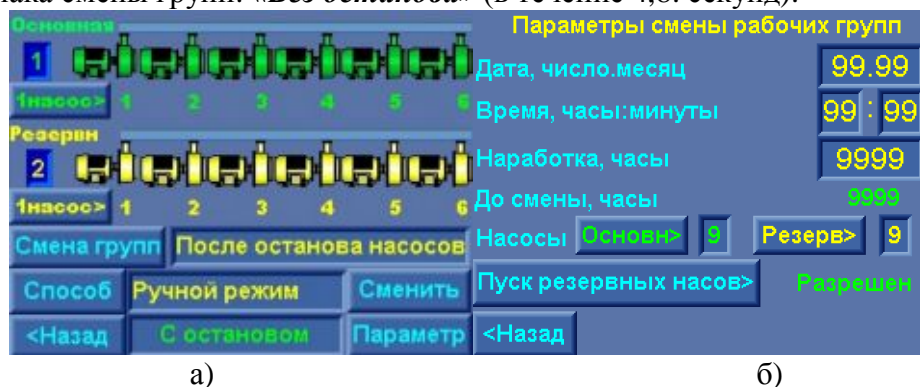

Рис.4.4. Меню Рабочие группы
Принцип формирования рабочих групп представлен в п. 4.14. Меню Рабочие группы, структура, параметры представлено на рис.4.4 а, б.
В меню Структура рабочих групп (рис. 4.4 а) производится программирование
В меню Параметры рабочих групп (рис. 4.4 б) производится программирование:
**3. Максимально разрешенное для работы количество насосов в каждой группе.** При изменении количества насосов в группе в меню Структуры групп (рис. 4.4 а) максимальное количество насосов автоматически определяется по количеству насосов для каждой группы. При программировании количества насосов в меню Параметры рабочих групп (рис. 4.4 б) максимальное количество насосов каждой группы может быть уменьшено. В работе одновременно может находиться только запрограммированное количество насосов.
**Группы Основная, Резервная:** Параметры смены рабочих групп (рис. 4.4 б).
3. «Выход датчика 0...20 мА / 4...20 мА» - выбор характеристики датчика для отсчета показания «нуля» (см. рис. 4.4, п. 4.4.). Выход из экрана «Датчики» в «Меню индикации» осуществляется нажатием клавиши «ESC»